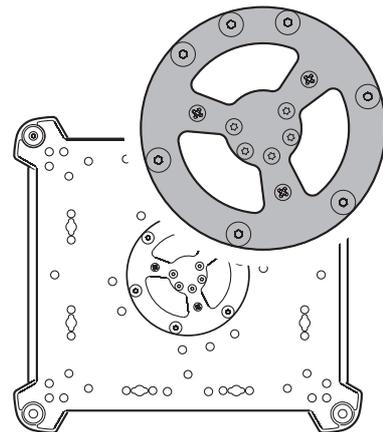

Figure 8: Attache de l'élingue de sécurité
6. Voir Figure 8. Installez une élingue de sécurité homologuée pour le poids de l'appareil. Bouclez-la dans la roue d'attache au centre du socle.